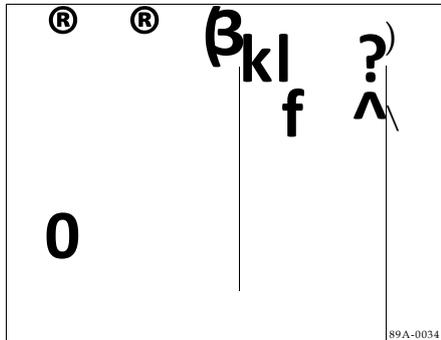

Fig. 112 Componentes da caixa de ferramentas de bordo
- Retire o gancho => Página 179, fig. 112 @ da caixa de ferramentas de bordo.
- Retire o gancho da caixa de ferramentas de bordo => Página 179, fig. 112 ©.
- Retire a chave de rodas => Página 179, fig. 112 © e o gancho 0 da caixa de ferramentas de bordo.